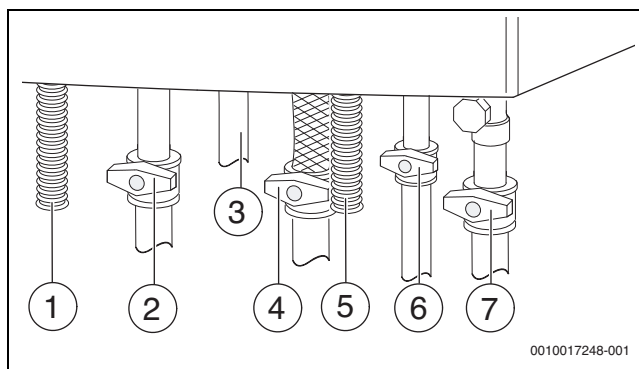

Fig. 47 Racorduri pe partea de gaz și apă (accesorii)
- Deschideți robinetul pentru apă rece (→ fig. 47) și, apoi, un robinet pentru apă caldă, până când curge apă.
- Deschideți robinetul pe turul încălzirii și cel pe returul încălzirii (→ fig 47).